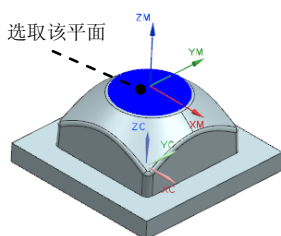

图 5.14 指定切削区域
Step2. 选取图 5.14 所示的面为切削区域，在“切削区域”对话框中单击  按钮，完成切削区域的创建，同时系统返回到“底面壁”对话框。